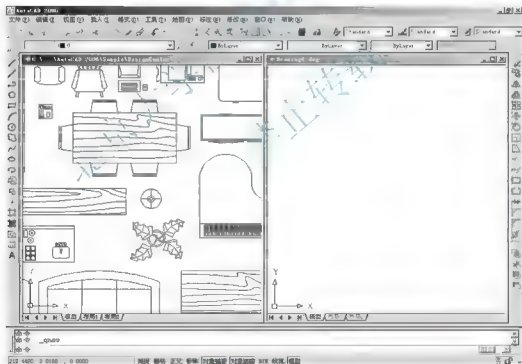

图 3.135 垂直平铺窗口
(1) 打开 Home-Space Planner 文件, 同时新建一个图形文件, 执行菜单栏中的【窗口】|【垂直平铺】命令, 使打开的两个图形文件呈垂直平铺显示状态, 如图 3.135 所示。